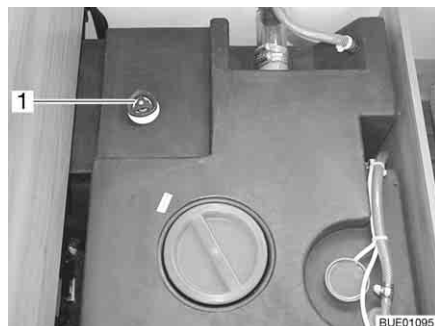

Fig. 245 Serbatoio dell'acqua con maniglia girevole
- Sul serbatoio dell'acqua ruotare la maniglia girevole (Fig. 245,1) in senso antiorario, oltre la resistenza verso l'esterno fino all'arresto, per aprire completamente l'apertura di scarico.